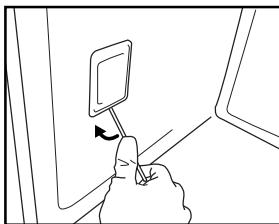

Fig. 7
3. A l'aide d'un tournevis à tête plate que vous utiliserez pour faire levier vers l'extérieur, dégagiez le capot de l'ampoule (Fig. 7).